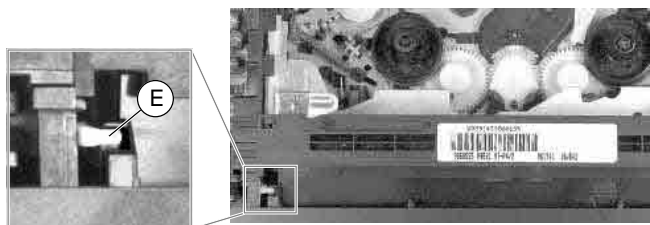

Fig. 4
Remarque pour le remontage: Lors du montage de la façade de l'appareil, le volet du logement de cassette doit être poussé vers l'intérieur de sorte que le levier (E) (Fig. 4) s'engage dans le guidage du volet de cassette.
Note: When attaching the front panel from the front to the video recorder press the cassette lid inwards so that the lever (E) engages with the guide (Fig. 4) of the cassette lid.